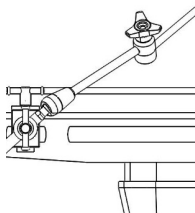

Figura 1
- Afloje la perilla de la **pinza de mesa**. Fije la pinza de mesa en el lado opuesto al del cirujano que opera, cerca de la axila del paciente, al riel quirúrgico sobre el paño estéril; luego, apriete la pinza al riel (figura 1).